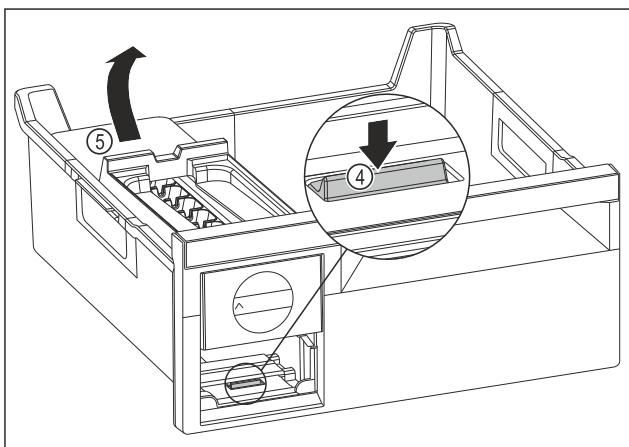

Fig. 78
- Vyjmoutí korpusu EasyTwist-Ice: Lamelu Fig. 78 (4) zatlačte prstem směrem dolů a zároveň nadzvědněte druhou rukou korpus EasyTwist-Ice Fig. 78 (5) ze zadu.